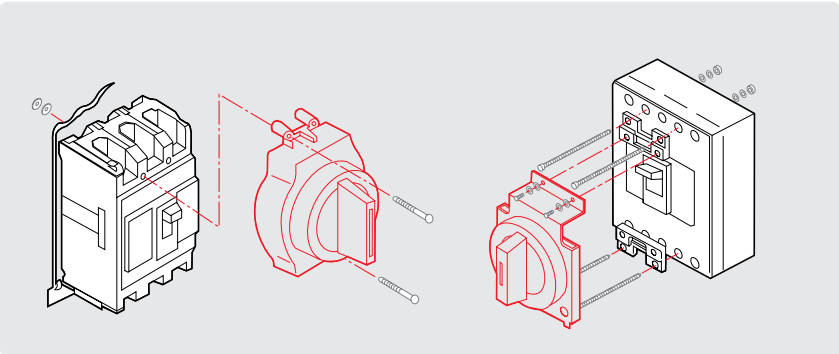

рис. 3
- а) Как показано на рис. 3, аппарат и рукоятка могут быть одновременно закреплены четырьмя прилагаемыми длинными винтами.